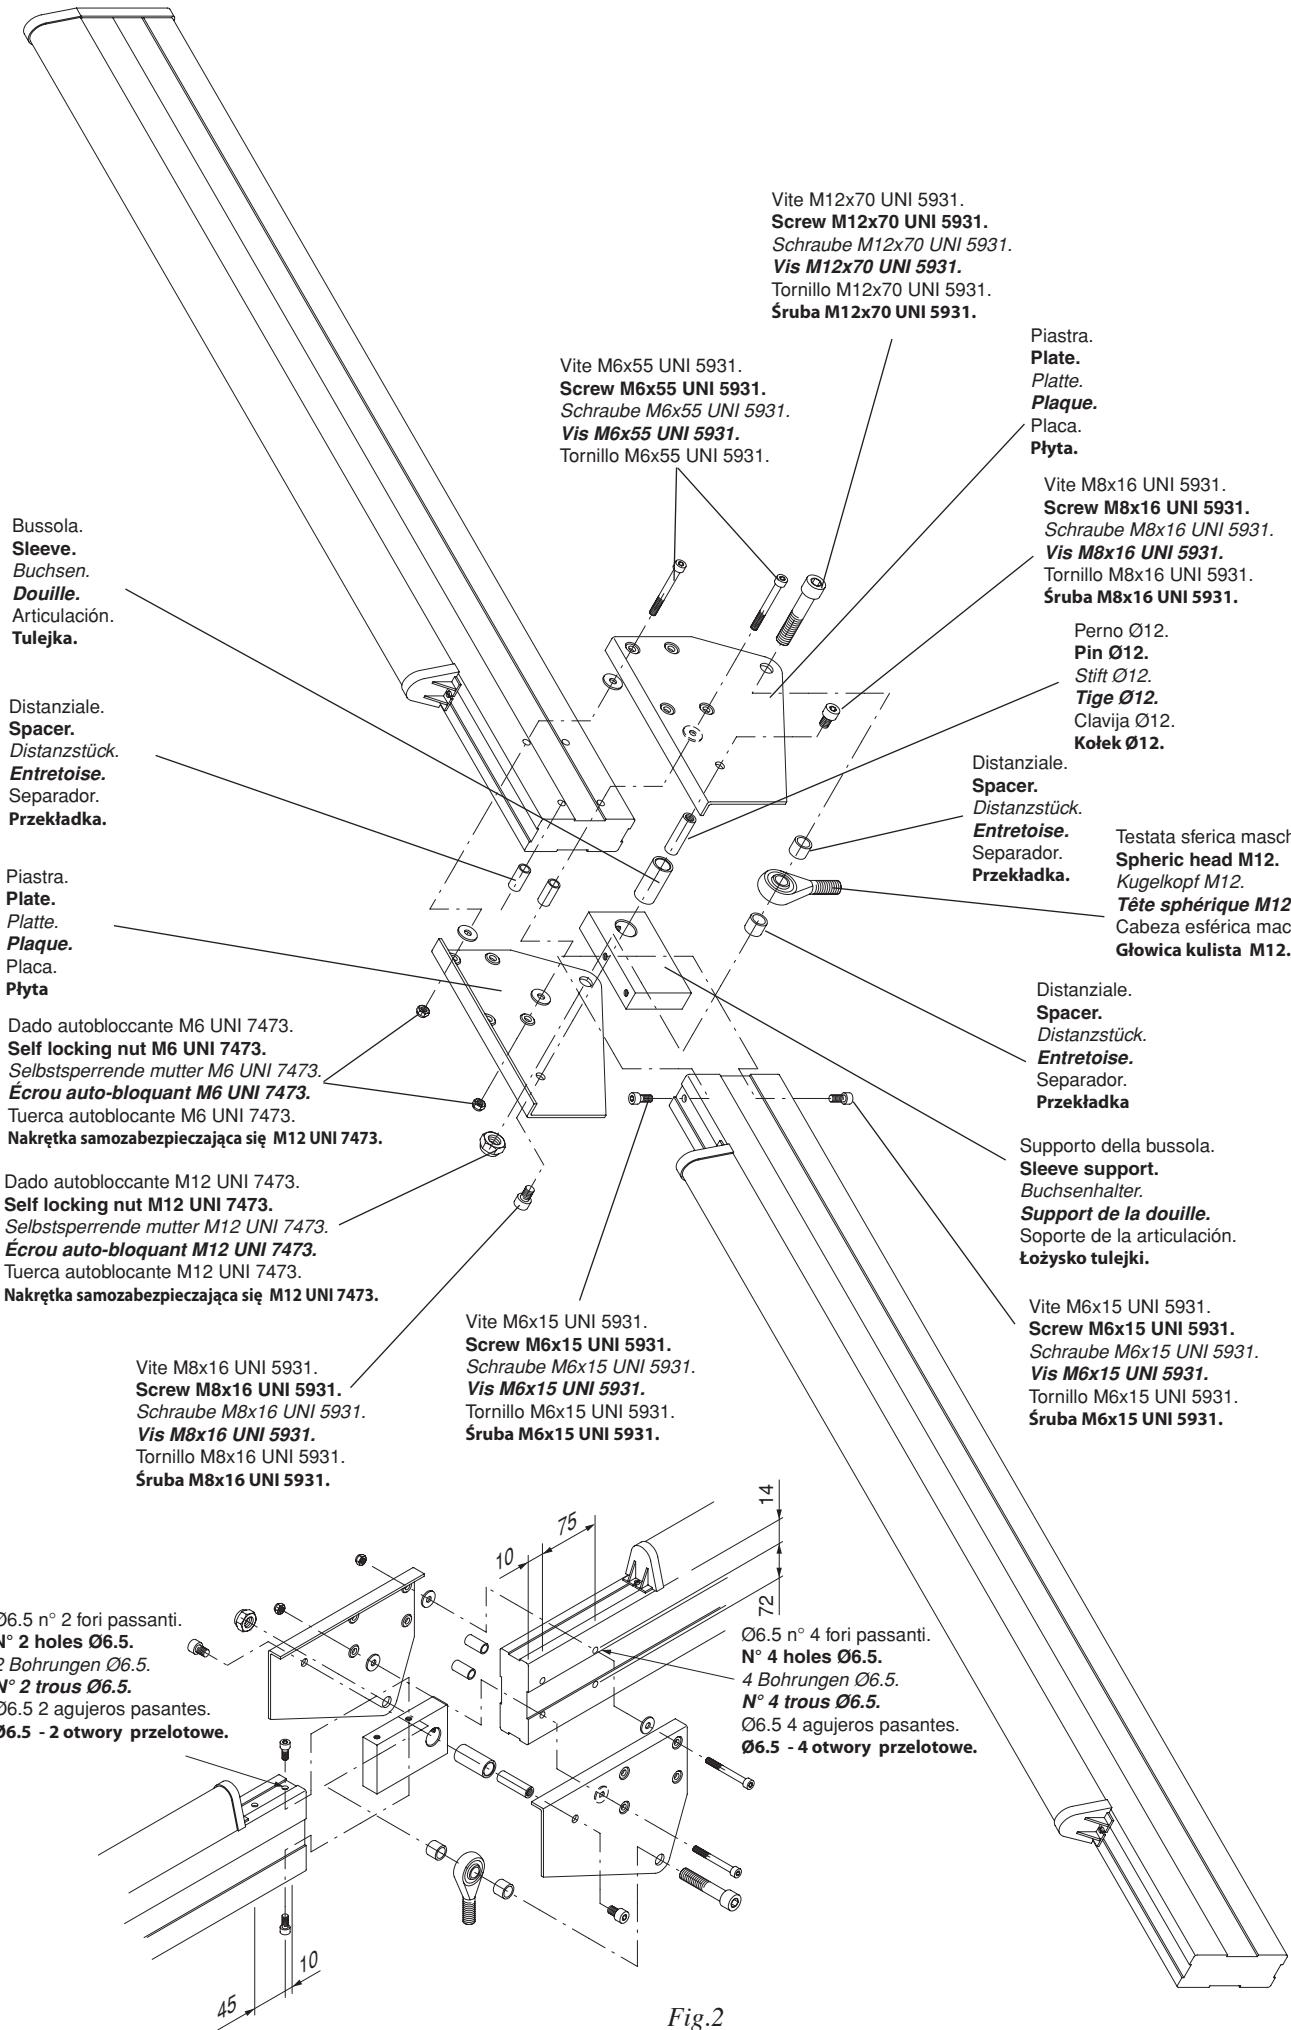

Fig.2
- Tagliare a misura e forare i due spezzoni d'asta secondo le misure di fig. 2.
- Assemblare le due piastre sul profilo di lunghezza L2 senza bloccare le viti (fig. 2).
- Inserire il supporto della bussola nel profilo di lunghezza L1 e bloccare le viti (fig. 2).
- Inserire il perno Ø12 nel supporto e fissarlo con le due viti M8 (fig. 2).
- Cut to length and bore the two rod pieces as per measurements given in fig. 2.
- Assemble the two plates on length L2 without tightening the screws (fig. 2).
- Insert the sleeve support in the length L1 and fix the screw (fig. 2).
- Insert the Ø 12 mm pin in the support and secure it with two M8 screws (fig. 2).
- Die zwei Stangenstücke nach den Maßen auf Bild 2 maßschneiden und bohren.
- Die zwei Platten an dem Längenprofil L2 zusammenfügen, ohne die Schrauben zu sperren (Bild 2).
- Den Buchsenhalter in das Längsprofil L1 einführen und die Schrauben anziehen (Bild 2).
- Couper aux bonnes dimensions et percer les deux morceaux de tige selon les meures de la Fig. 2.
- Assembler les deux plaques sur le profil de longueur L2 sans bloquer les vis (fig. 2).
- Insérer le support de la douille dans le profil de longueur L1 et bloquer les vis (fig. 2).
- Insérer la tige Ø12 sur le support et la fixer avec les deux vis M8 (fig. 2).
- Cortar a medida y agujerear las dos piezas del asta según las medidas de la fig. 2.
- Ensamblar las dos placas sobre el perfil de longitud L2 sin bloquear los tonillos (fig. 2).
- Insertar el soporte de la articulación en el perfil de longitud L1 y apretar los tornillos (fig. 2).